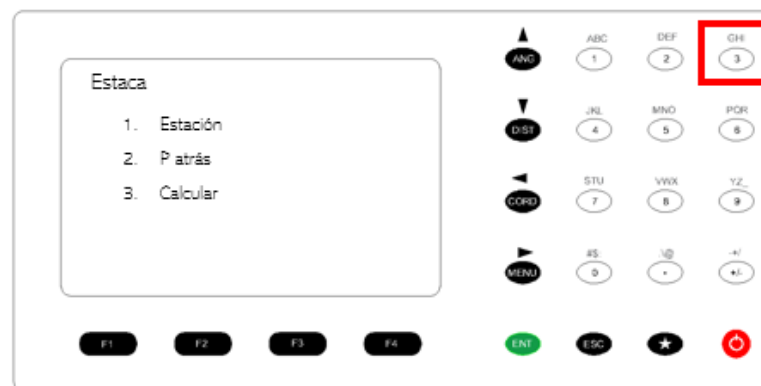

Figura 130. Datos para el replanteo.
34. En la nueva ventana, seleccionar la opción 2 Calcular, para entrar a los datos de replanteo. Figura 130.